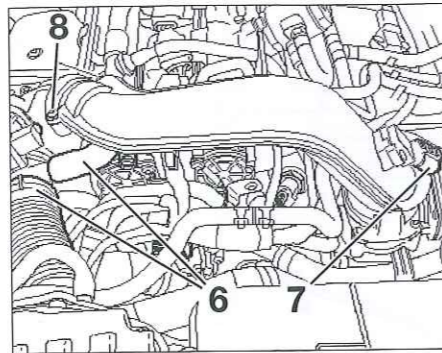
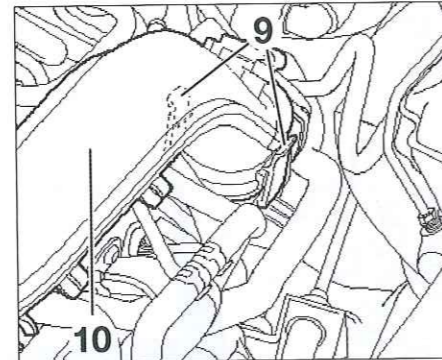

Fig. 49
Fig. 50
- el flexible (6) (Fig.49),
- el conector del captador de presión de sobrealimentación (7) y de temperatura de aire.
- Desmontar los tornillos de fijación (8).
- Empujar ligeramente las grapas (9) situadas en los extremos y retirar el tubo de presión (10). (Fig.50).